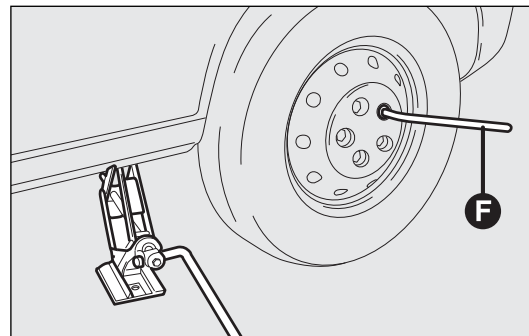

fig. 171
- ☐ aflojar completamente con la llave F-fig. 171 los tornillos y extraer la rueda;